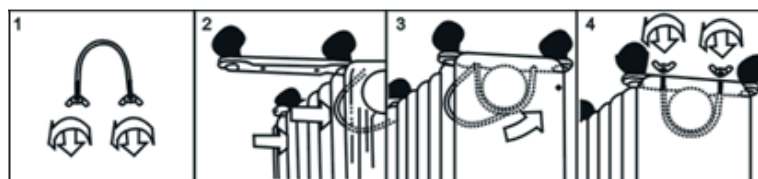

fig. 2
- fixez les pieds avec les roulettes **(6)** – **fig. 2**,